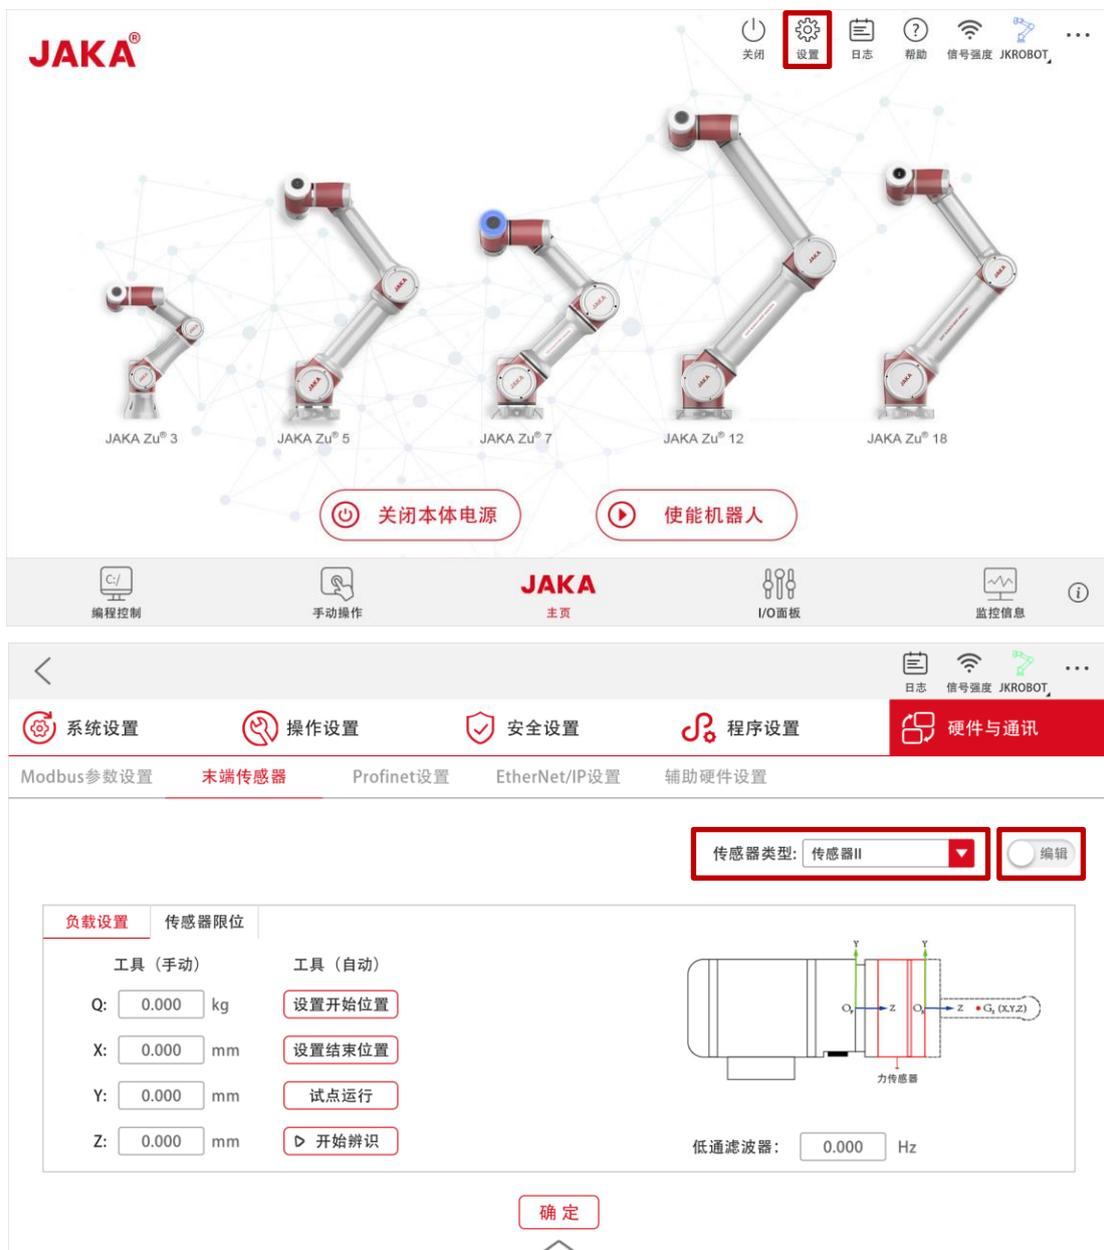

图 3-4 Se 系统配置界面（USB 型）
- 如图 3-4，在主页右上角点击【设置】，然后点击【硬件与通讯】→【末端传感器】进入传感器配置界面；